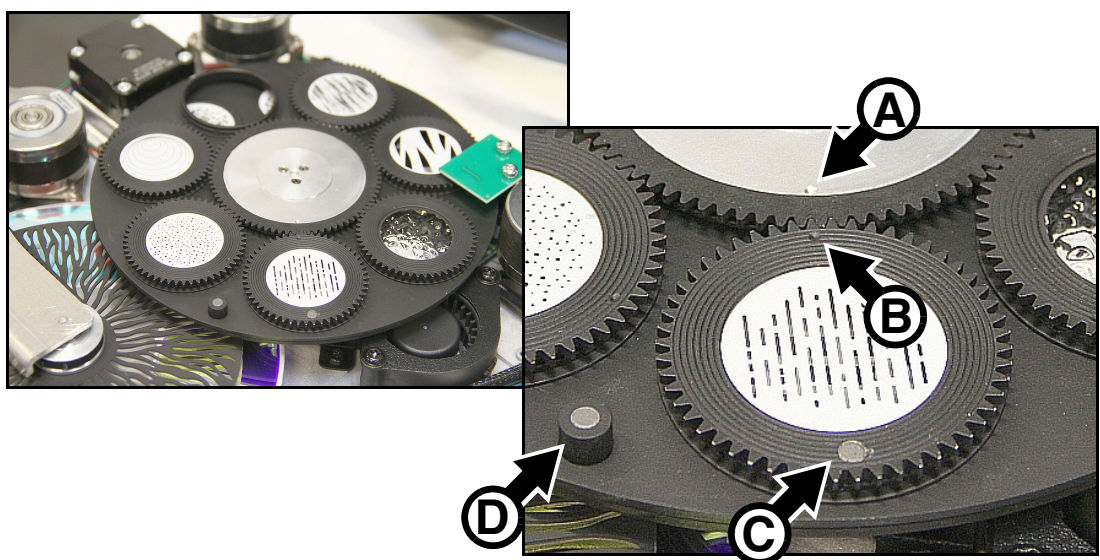
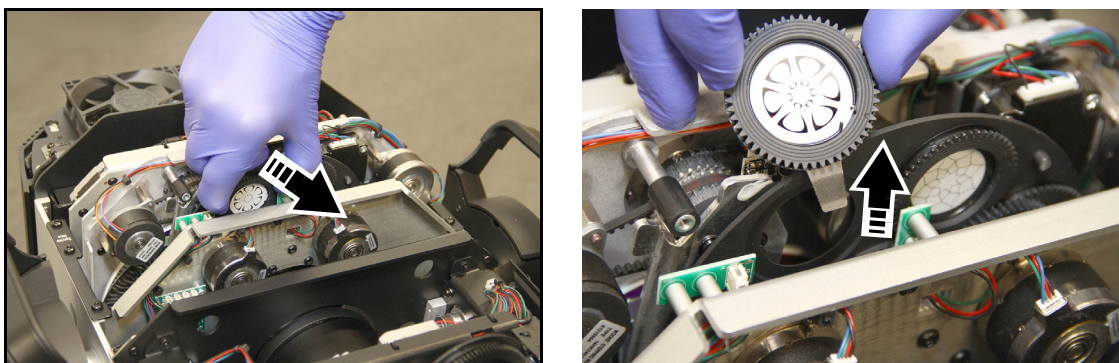

Bild 15: Gobohalter-Orientierungsmarkierungen
Bild 17: Entfernen eines Gobohalters aus Goborad 3
- Siehe Bild 15. Beachten Sie die Position der Referenzmarken im Gobo-Antriebsrad **A** und Gobohalter **B**. Beachten Sie auch die Position des Positioniermagneten des Gobohalters **C** und den Stellmagnet **D** der Goborad-Positionierung. Jedes Mal, wenn Sie einen Gobohalter aus dem Rad entfernen, drehen Sie das Antriebsrad (zweimal, falls erforderlich), bis die Markierungen genau übereinstimmen.
3. Bild 17 zeigt, wie ein Gobohalter aus dem Goborad 3 genommen wird. Wenn Sie die Goboposition nicht erneut über das Kalibrierungsmenü neu kalibrieren wollen, drehen Sie das Gobo, bis Sie den Halter auf einen Referenzpunkt (wie die Markierungen des Goborads und des Halters in Bild 15 auf Seite 24, **A** und **B** gezeigt) ausgerichtet haben. Kippen Sie den Gobohalter oben vom Goborad weg, bis Sie den Halter aus dem Goborad ziehen können.